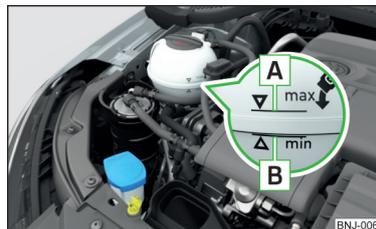

Fig. 171
Verificar o nível do líquido de refrigeração - o nível do líquido de refrigeração deve encontrar-se entre as marcas **A** e **B** » Fig. 171. Se o nível do líquido de refrigeração estiver abaixo da marca **B**, reabastecer líquido de refrigeração.
A **especificação** do líquido refrigerante aparece no depósito de compensação do líquido refrigerante » Fig. 171.
- Não abasteça o líquido de refrigeração acima da marca [A] » Fig. 171. No aquecimento, o líquido de refrigeração pode ser pressionado fora do sistema de refrigeração - existe o perigo de danificar as peças do motor.